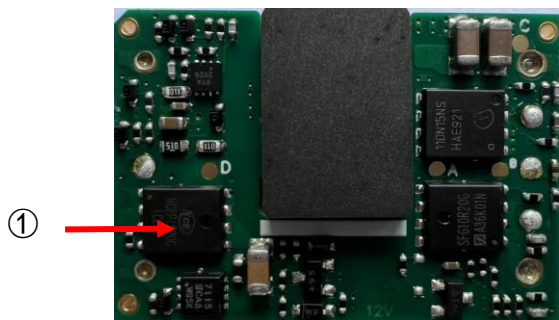

图 6
热元件安装在产品的顶面上,通过传导、对流和辐射的方式将热量散发到周围环境中,应提供足够的散热条件以确保产品可靠运行。通过测量图 6 中热测试点①的温度可以验证散热条件是否满足。